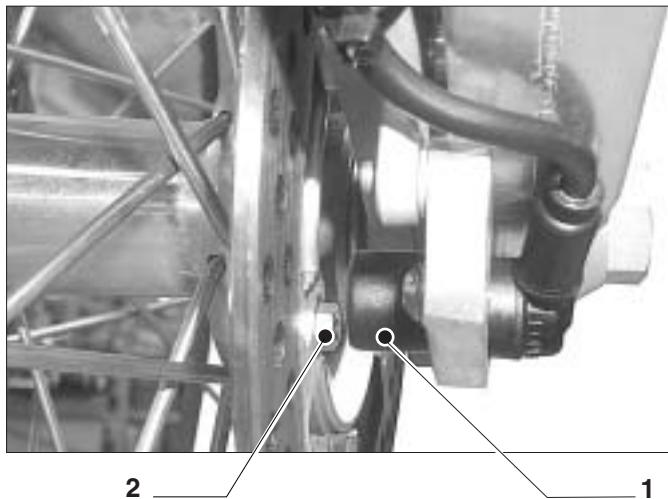

Fig. 7
Onde evitare malfunzionamenti del tachimetro, la distanza tra magnete (2) e sensore (1) deve essere: 0.6 ÷ 2.2 mm. (fig.7)
To prevent speedometer failures, the distance between magnet (2) and sensor (1) must be of 0.6 ÷ 2.2 mm. (fig.7)
Um Funktionsstörungen des Tachometers zu vermeiden, muss der Abstand zwischen dem Magneten (2) und dem Sensor (1) 0.6 ÷ 2.2 mm betragen. (Siehe Abb. 7)
Afin d'éviter les dysfonctionnements du tachymètre, la distance entre l'aimant (2) et le capteur (1) doit être de 0.6 ÷ 2.2 mm. (fig.7)